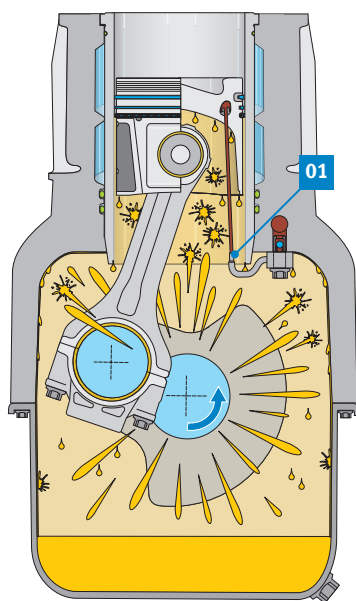

Fig. 2 : Lubrification directe et indirecte des composants par jet d'huile et pulvérisation d'huile
La fig. 2 représente la situation de lubrification d'un moteur tournant à régime moyen. Le niveau de régime plus élevé procure une pression d'huile suffisante pour assurer l'ouverture des clapets des gicleurs d'huile et l'alimentation en huile fraîche des canaux de refroidissement des pistons (01). L'huile retombant goutte à goutte après avoir refroidi les pistons assure également le refroidissement des axes de piston. La lubrification des surfaces du cylindre, en dessous des pistons, est assurée par une pulvérisation, en quantité suffisante, de l'huile sortant des coussinets du vilebrequin conçus à cet effet.